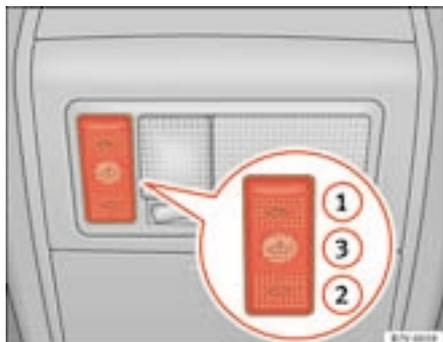

Abb. 67 Ausschnitt vom Dachhimmel: Schalter für das Schiebe-/Ausstelldach
- Drücken Sie die Schaltfläche ⇒ Abb. 67 ①.
Ein durch Kraftbegrenzung wiederholt geöffnetes Schiebe-/Ausstelldach können Sie dann schließen, wenn Sie die Schaltfläche ⇒ Seite 108, Abb. 67 gedrückt halten, bis das Schiebe-/Ausstelldach vollständig geschlossen ist. **Dabei schließt das Schiebe-/Ausstelldach ohne Kraftbegrenzung.**